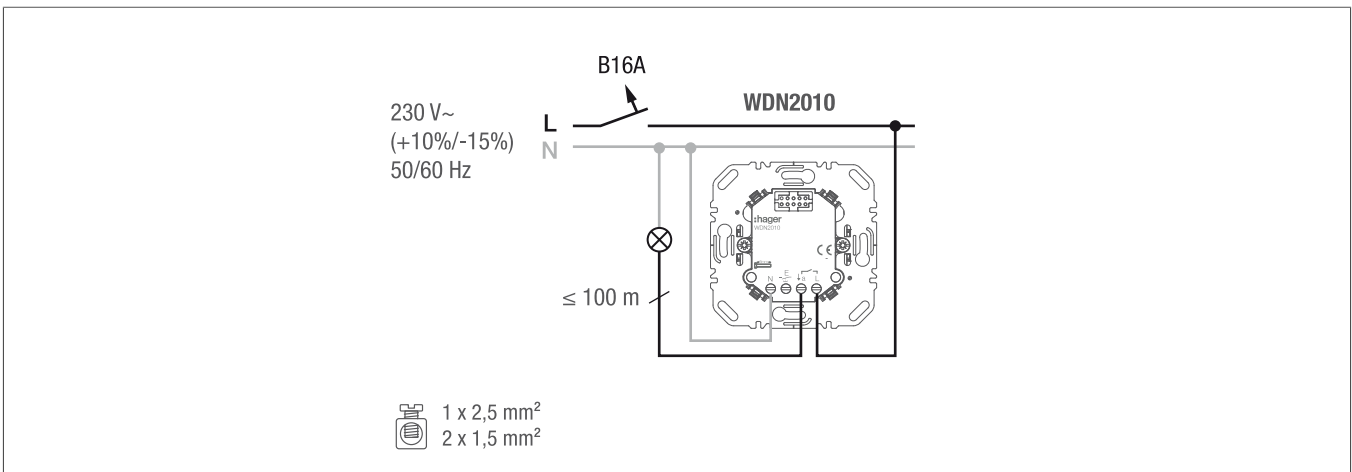

Bild 2: Anschlussbild
- 1 Gerät gemäß Anschlussbild anschließen (Bild 2, 3 oder 4).